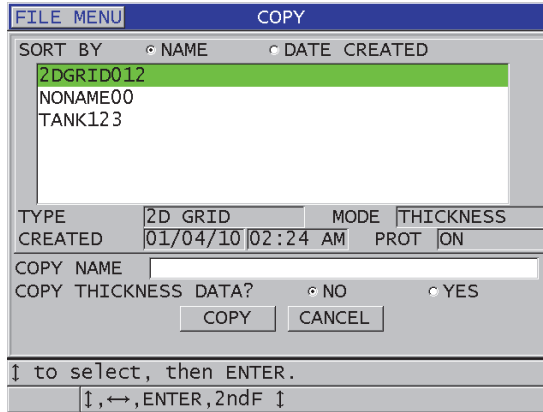

Figura 11-17 Pantalla COPIAR (COPY)
3. En la pantalla **COPIAR (COPY)** [ver Figura 11-17 en la página 219]: